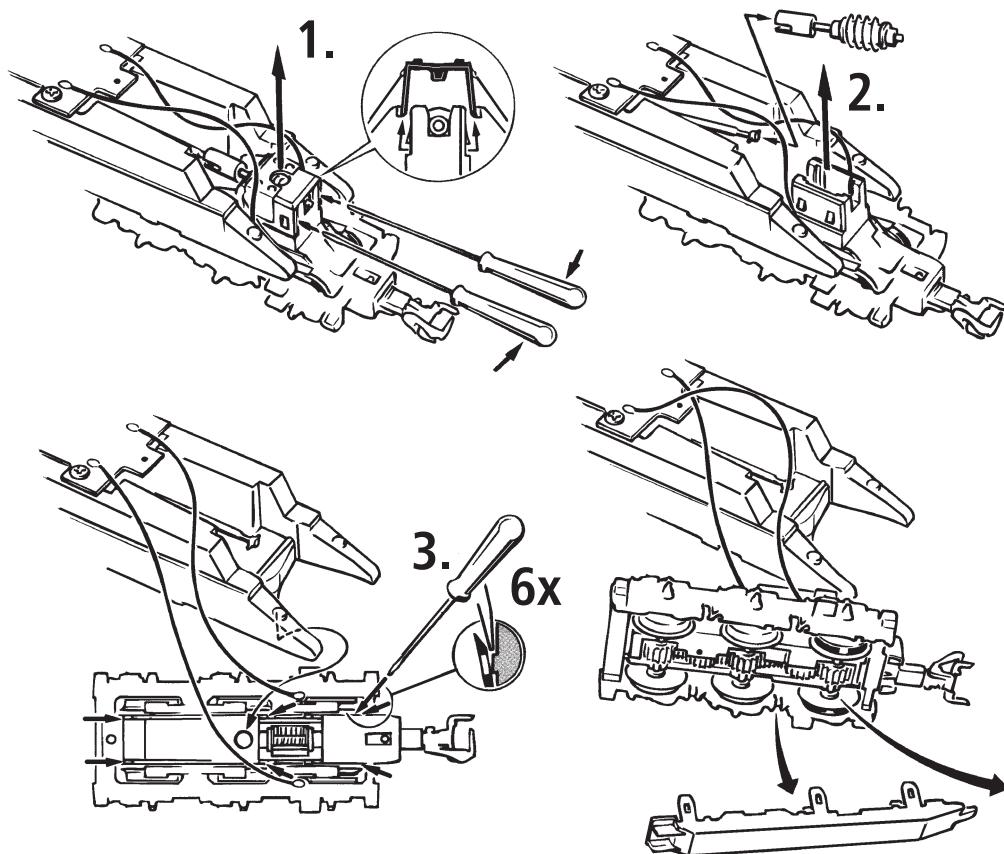
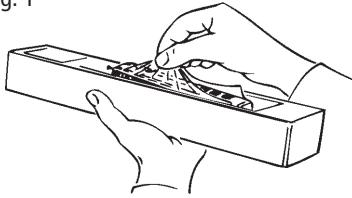
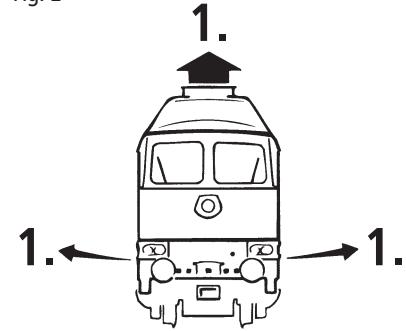

Fig. 8
Fig. 2
Fig. 3
Mehrzugbetrieb: Zuerst Lokgehäuse abnehmen (Fig. 2). Danach den Brückenstecker aus der Schnittstelle entfernen (diesen sorgsam aufbewahren). Danach den Stecker des Decoders lagerichtig einsetzen (Fig. 3).
2. Schmierung: Versehen Sie die im Schmierplan in Fig. 6 gekennzeichneten Stellen mit nur **kleinen Öltropfen**. Dazu zuerst das Lokgehäuse abnehmen (Fig. 2). Wir empfehlen den ROCO **Öler Art.-Nr. 10906**. Fürs Schmieren der Getriebeteile (Zahnräder, Schnecke) empfehlen wir das **ROCO-Spezialfett Art.-Nr. 10905**. Im Falle der Schmierung diese Teile **nicht ölen**.
4. Kohlebürstenwechsel: Lokgehäuse abnehmen (Fig. 2). Danach wird der Motor ausgebaut und die Kohlebürsten ausgewechselt (Fig. 8).
2. Lubrication: Apply **tiny oil drops** to spots marked in fig. 6. Prior to lubrication dismantle locomotive (fig. 2). We recommend using item no. **10906, Roco oiler**. For lubrication the gearparts (e.g. cogwheels, worm) we would recommend our Roco **special grease** (item no. **10905**).
Running in digital mode: Remove the jumper from the interface. Finally put the plug of the decoder into the interface as shown in fig. 3.
4. Carbon Brush Changing: First remove loco body (fig. 2), and then the motor (fig. 8).
2. Graissage: N'appliquez **qu'une tout petite goutte** aux endroits indiqués par le plan de graissage (fig. 6) après avoir démonté la caisse de la locomotive (fig. 2). Nous vous recommandons **le graisseur à huile Roco réf. 10906**. Pour graisser les engrenages (roues dentées, vis sans fin) nous vous conseillons la **graisse spéciale Roco réf. 10905** pour engrenages en matières synthétiques. Lorsque vous utilisez cette graisse il faut éviter d'huiler ces composants.
Exploitation en télécommande multi-trains: Enlevez la fiche de shuntage de l'interface (à conserver!) et enfichez finalement la fiche de décodeur aux prises de l'interface. Veillez à la position correcte de la fiche (fig. 3).
4. Remplacement des balais du moteur: Démontez la caisse (fig. 2). Démontez ensuite le moteur et échangez le balais (fig. 8).
voir } Fig. 2